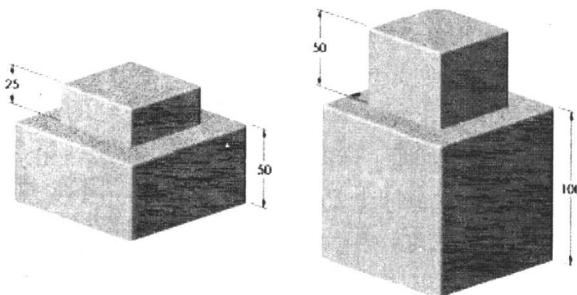

图 1-1-2 尺寸驱动
2. SolidWorks 是一种尺寸驱动系统，具有尺寸驱动三维实体的功能。你可以给定各部分之间的尺寸和几何关系。在你保存图的时候，改变尺寸就会改变零件的大小和形状（如图 1-1-2 所示）。